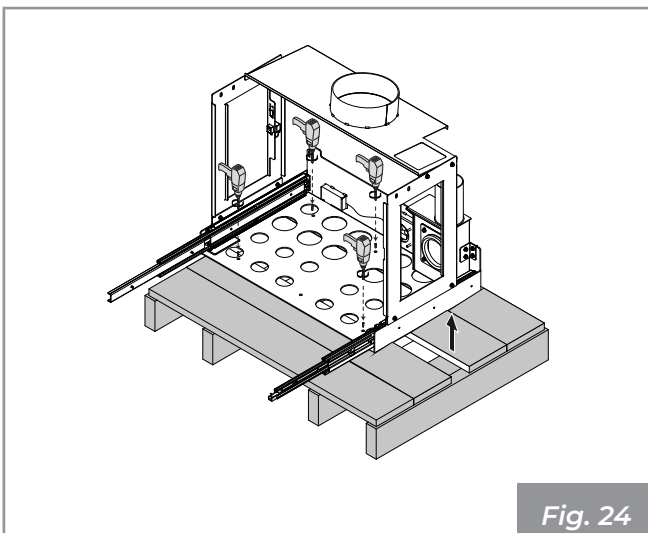

Fig. 24
- Quitar los tornillos de fijación de la paleta y retirarla ( **Fig. 24** ).
- Apoyar la bancada en el plano de la chimenea (1), marcar y realizar 4 agujeros  $\varnothing 6$  para la fijación (2) - usar como escantillón la bancada